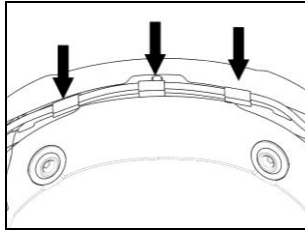

Fig. 19
- Posizionare il cablaggio e l'antenna nella parte posteriore del casco (Fig. 19).